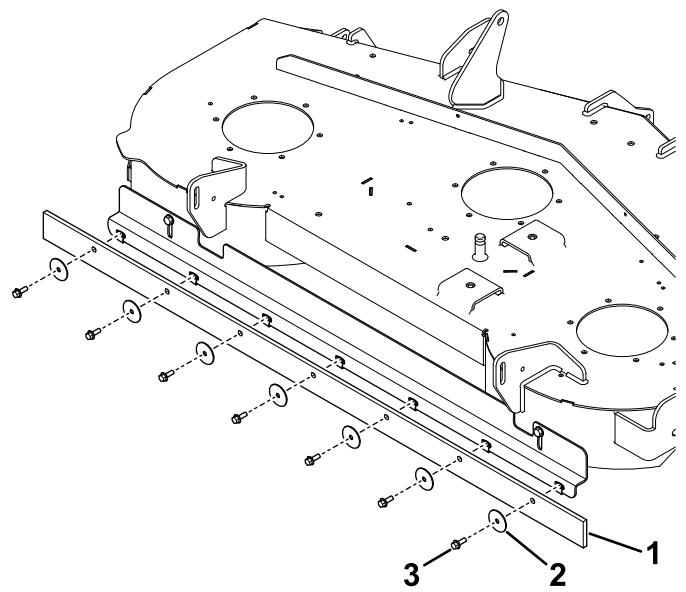

Figura 5
7. Instale la rasqueta en el soporte con 7 pernos ($\frac{1}{4}'' \times \frac{3}{4}''$) y 7 arandelas (Figura 5).